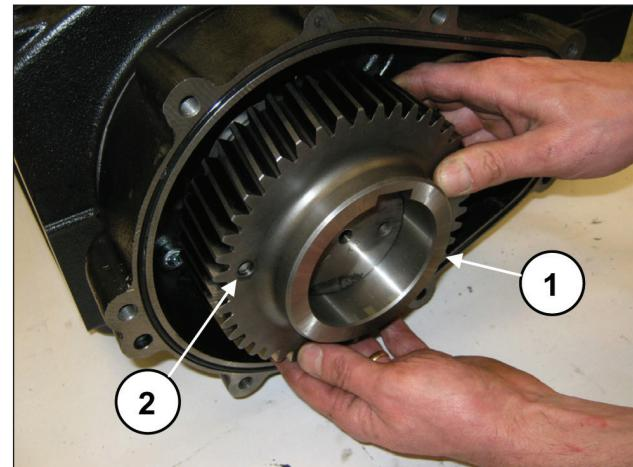

Рис. 14
Вытяните зубчатое колесо (поз. ①, Рис. 14). При необходимости воспользуйтесь съемником с ударной массой, который нужно устанавливать в 2 отверстия M8 (поз. ②, Рис. 14).